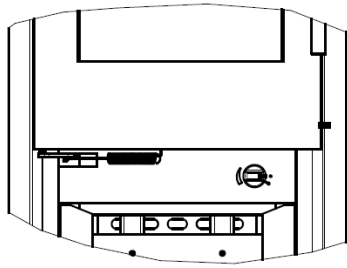

Fig. 3
Réglez ensuite la prise d'air primaire (voir fig. 3).
- ouvrir la prise d'air primaire (voir fig. 3.+4.)